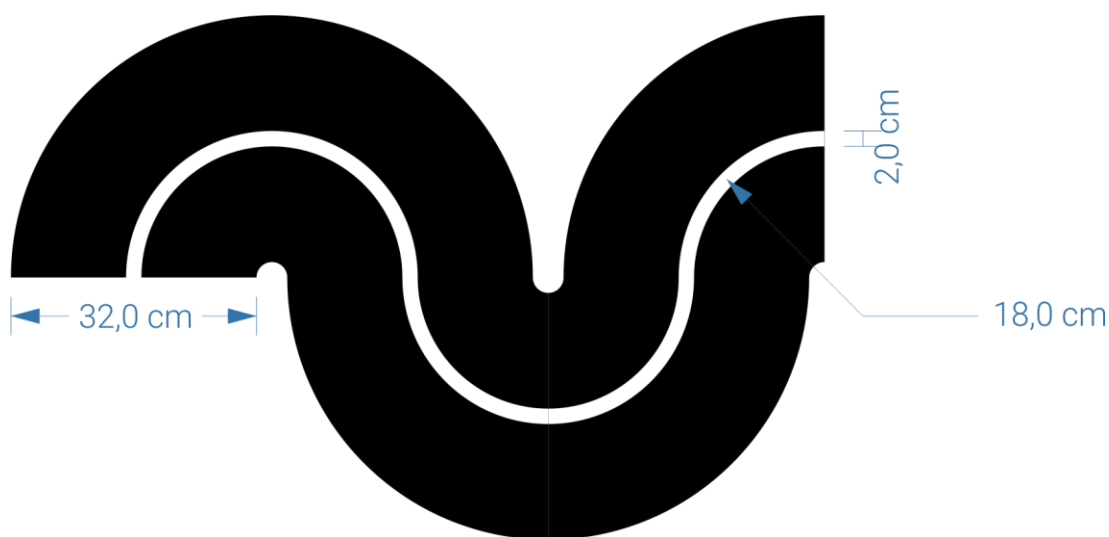

Figura 5. Exemplo de zigue-zague.
- b) Ziguizague (Figura 5), que não será indicado por nenhum padrão de sinalização de dificuldade. Ele possui um raio médio de 18,0 cm e comprimento mínimo de 48,0 cm. Sendo assim, o robô deverá seguir inteiramente a linha branca no ziguezague.